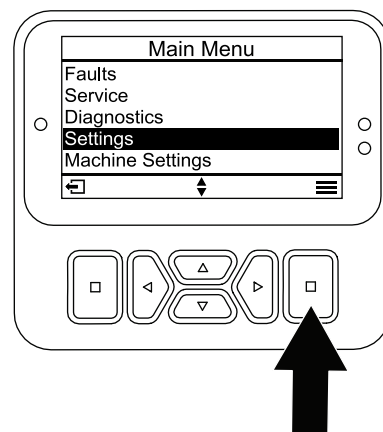

Figura 20
1. A partir do MENU PRINCIPAL, percorra até ao menu de DEFINIÇÕES e prima o botão de seleção (Figura 20).